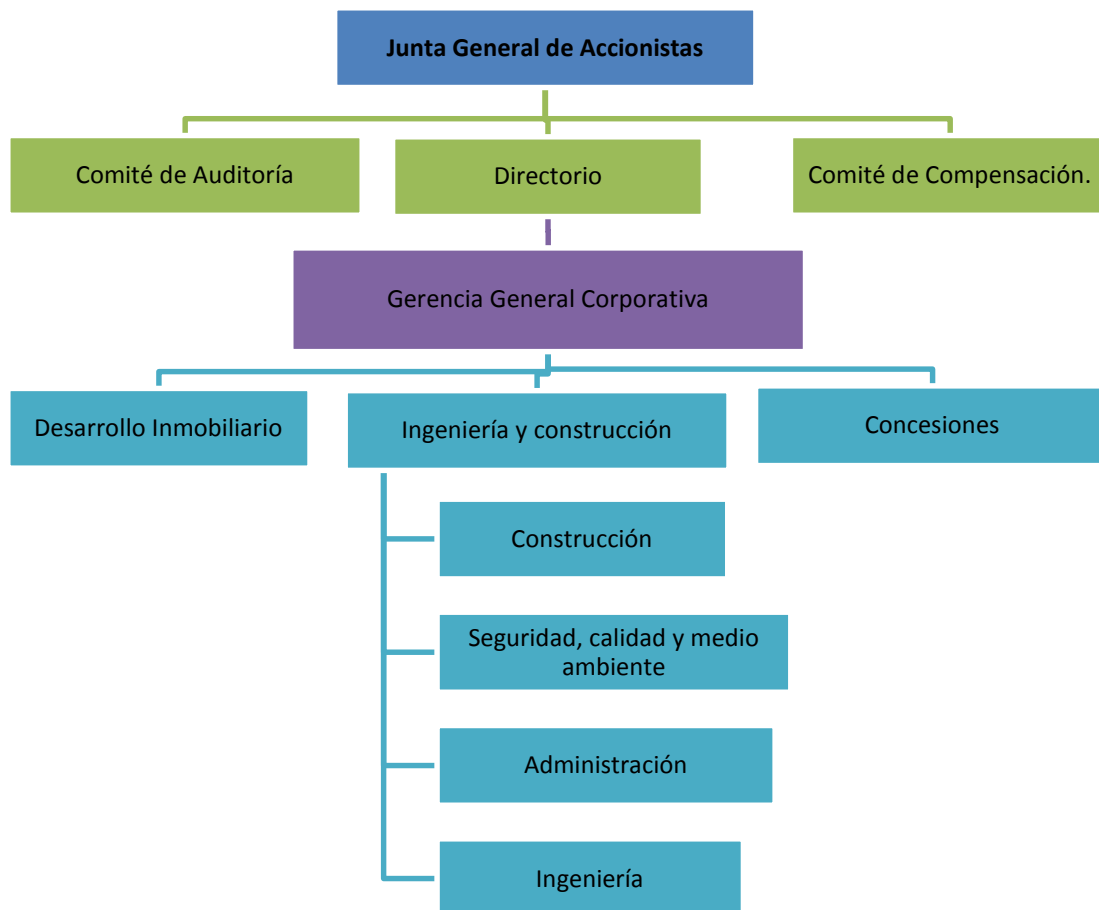

Figura 2. Organigrama de la empresa JJC S. A.
Indica que los tanques atmosféricos de techo fijo tienen como principal funcionalidad, ser usados como depósito de productos no volátiles, tales como diésel, agua, petróleo crudo, etc. Los inconvenientes que se puede tener con estos modelos de tanques es la constante fuga de vapores por venteros, ya que estos dependen mucho de la presión generada del interior del tanque, como consecuencia a ello, se tienen fugas de vapor, ya sean por transferencia del contenido o movimiento de este. En la figura 2 se observan claras ventajas y desventajas de este modelo de tanque (1).